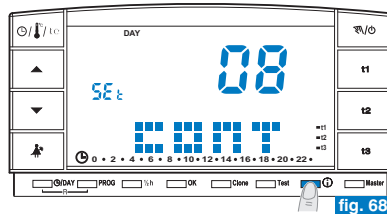

fig. 68
- Dalla videata precedente premere un'altra volta il tasto : sul display apparirà la scritta **CONT** e il valore di contrasto attivo; impostazione di fabbrica **08** (esempio in fig. 68).